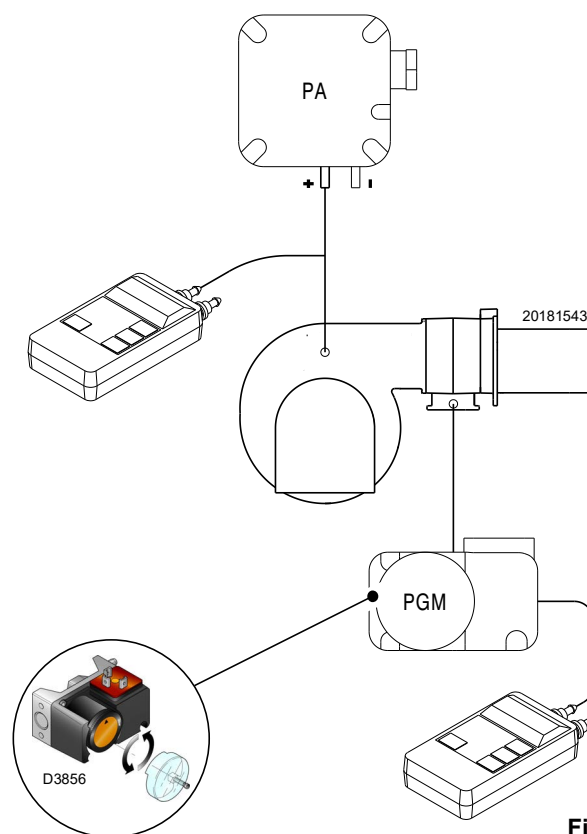

Fig. 28
- Régler le pressostat gaz seuil maximum (Fig. 28 à la page 30) en fin d'échelle.
Effectuer le réglage du pressostat gaz seuil maximum (Fig. 28) après avoir effectué tous les autres réglages du brûleur avec le pressostat gaz seuil maximum réglé en fin d'échelle.